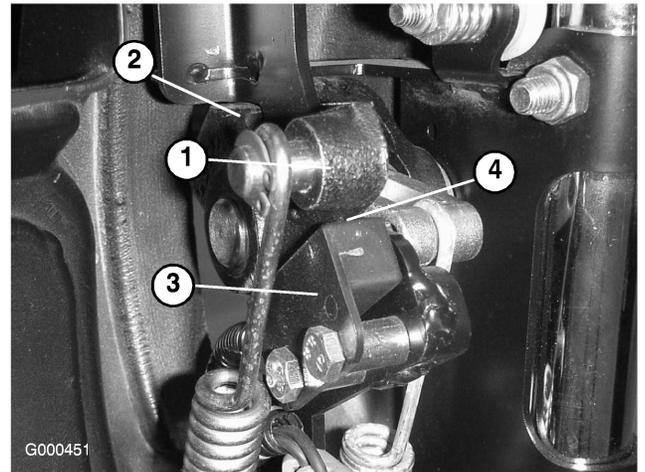

図 26
2. 行レバーを、ニュートラル・ストップに接触させる (図 26)。
3. スイッチ (図 26) を固定しているネジをゆるめる。
4. 走行レバーとスイッチ (図 26) の間に 0.8 mm のすきまゲージをはさむ